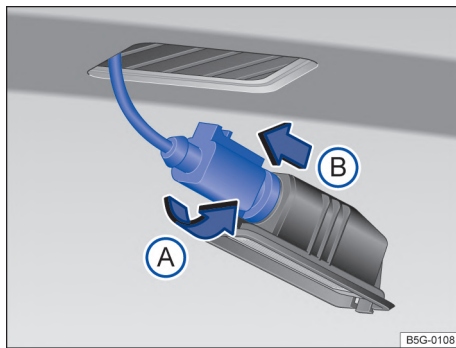

Fig. 168 Luz de la placa de licencia: desmontar el portalámparas.
- 3 Girar el portalámparas en **sentido antihorario** → fig. 168 (A), y retirar el soporte junto con la bombilla (B).
- 7 Colocar el soporte de la lámpara en la luz de la placa de licencia y presionar en sentido contrario al de la flecha (A) hasta el tope.